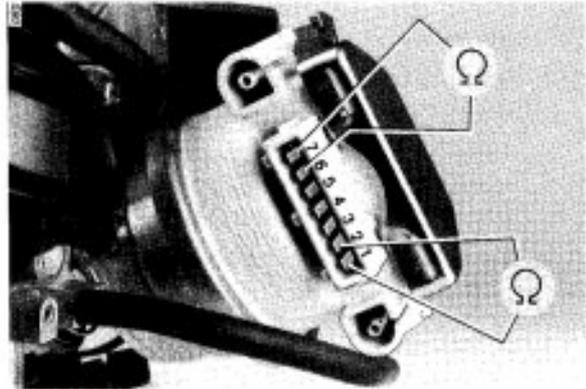

Bild 14
5.2 Evakuierendes Ventil und belüftendes Ventil (Bild 14)